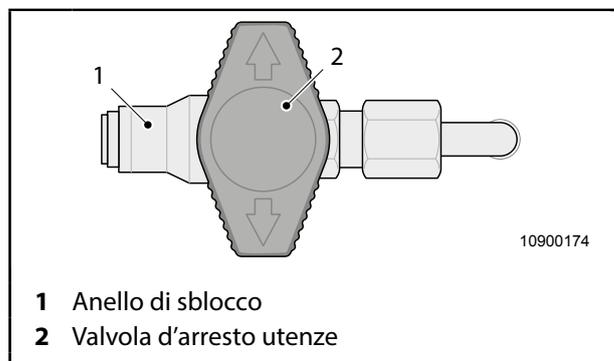

Fig. 30 Presa esterna del gas
La presa esterna del gas è installata nella parte esterna del veicolo. Serve a collegare una griglia a gas, ecc. la Fig. 30 mostra la valvola d'arresto della presa esterna del gas.
1. Inserire il raccordo dell'utenza nella sede della presa esterna, l'anello di sblocco (Fig. 30, Pos. 1) si aggancia, poi aprire la valvola d'arresto (Fig. 30, Pos. 2) per l'alimentazione del gas.